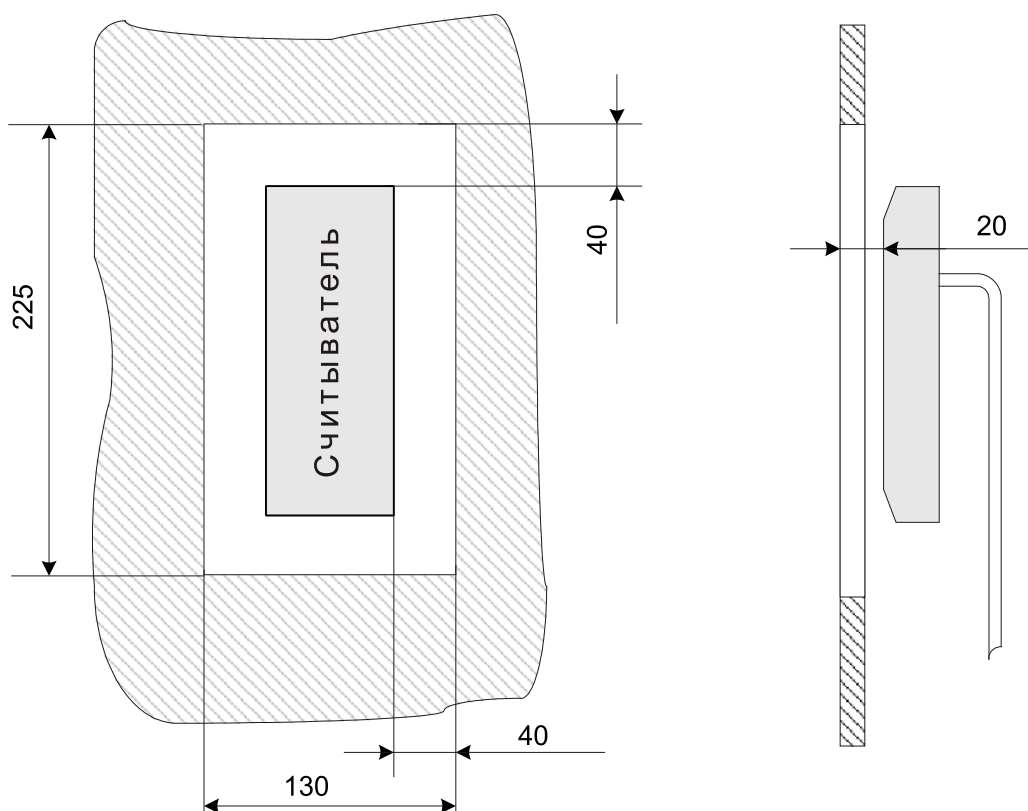

Рисунок 2 Установка считывателя за металлической поверхностью
- При установке считывателя за металлической поверхностью, в ней необходимо вырезать окно, напротив которого, равноудалено от краев окна, и устанавливается считыватель (см. рисунок 2), при этом размеры окна должны быть не менее 225×130 мм. Само окно может быть закрыто неметаллической вставкой (например, из пластмассы), а считыватель может быть утоплен вглубь окна на расстояние не более 20 мм от внешней стороны металлической поверхности – дальность считывания кода при таком способе монтажа считывателя уменьшается на 30 – 50%.